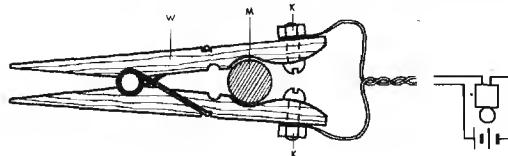

Fig. 373.
Possiamo fabbricare un semplice avvisatore d'incendio, servendoci d'una molletta da bucato (W) (fig. 373). In ognuna delle estremità ricurve della molletta eseguiamo un foro del diametro di 3 mm, attraverso il quale avvittiamo un bulloncino (K) a testa emisferica e sotto ognuno dei dadi serriamo, senza dimenticare di frapparvi una ranella, un filo conduttore. Fra i due bracci della mollet-